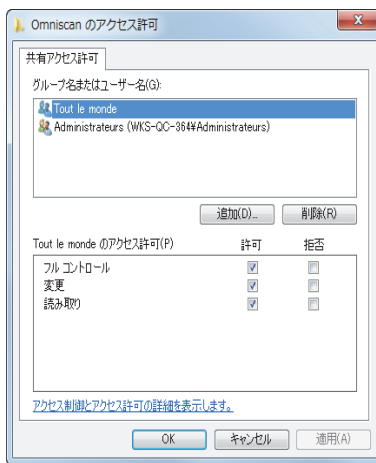

図 7-31 OmniScan のアクセス許可ダイアログボックス (Windows 7)
10. **Omniscan のアクセス許可**ダイアログボックスで、**追加**をクリックします (241 ページの図 7-31 参照)。